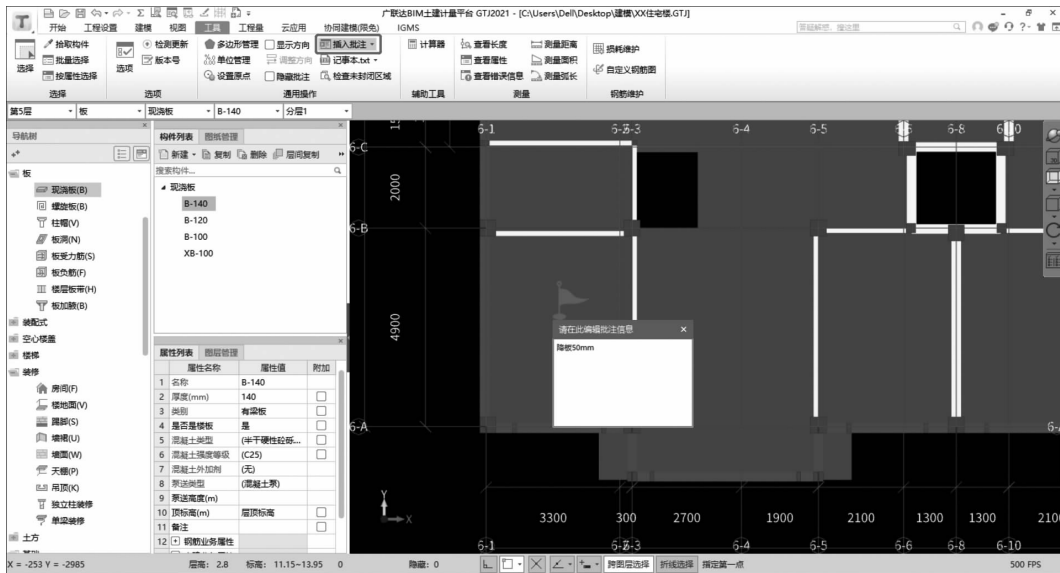

图 1-14 插入批注
②插入批注。工程审查时,可对需要变更的情况进行批注;工程变更时,插入批注可起到记录的作用,此批注公开可见(见图 1-14)。而在 GGJ2013/GCL2013 中,需要手动记录。